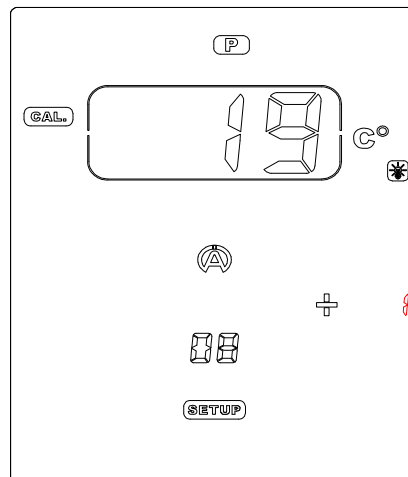

Abbildung 24
- 3) Stellen Sie mit den Tasten ▽ △ die Temperatur in der Ziffernanzeige ein, so dass die angezeigte Temperatur einer Referenztemperatur entspricht (Abbildung 24).